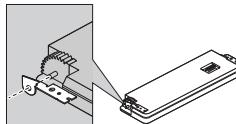

Fig. 11
- 1. Coloque los sujetadores en ambos lados del panel delantero. (Fig. 11)**